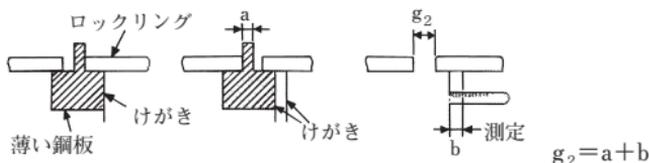

図65 測定例
- (2) 受口と挿し口のすき間は狭いので、図65の方法で測定すると便利である。